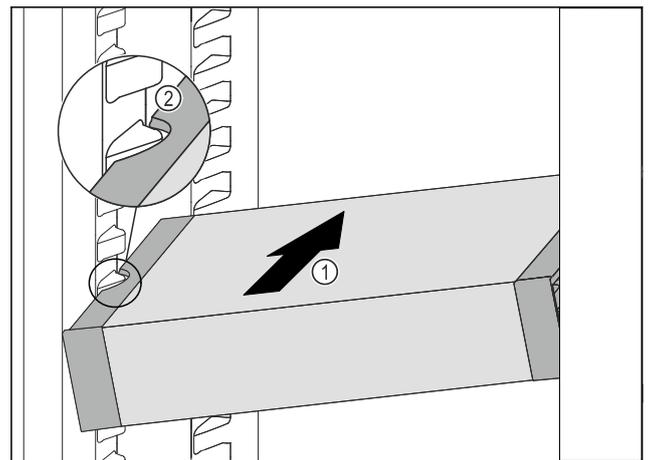

Fig. 133
- ▶ Inserire VarioSafe ad angolo nel vano frigorifero Fig. 133 (1), fino a quando le cavità laterali Fig. 133 (2) di VarioSafe non si trovano al livello della nervatura del contenitore nel vano frigorifero.